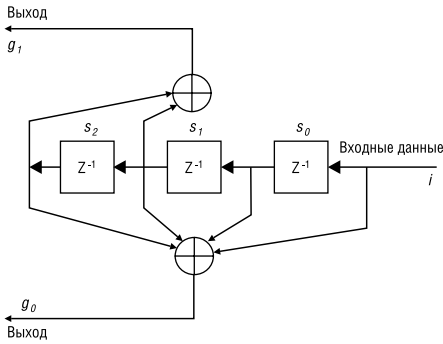

Рис. 2. Упрощенная структура приемопередатчика CC1101
Кодирование реализовано при помощи сверточного нерекурсивного кодера (рисунок 2) постоянной длины (4) с частотой потока 1/2 (один входной бит порождает один двухбитовый кодовый символ).